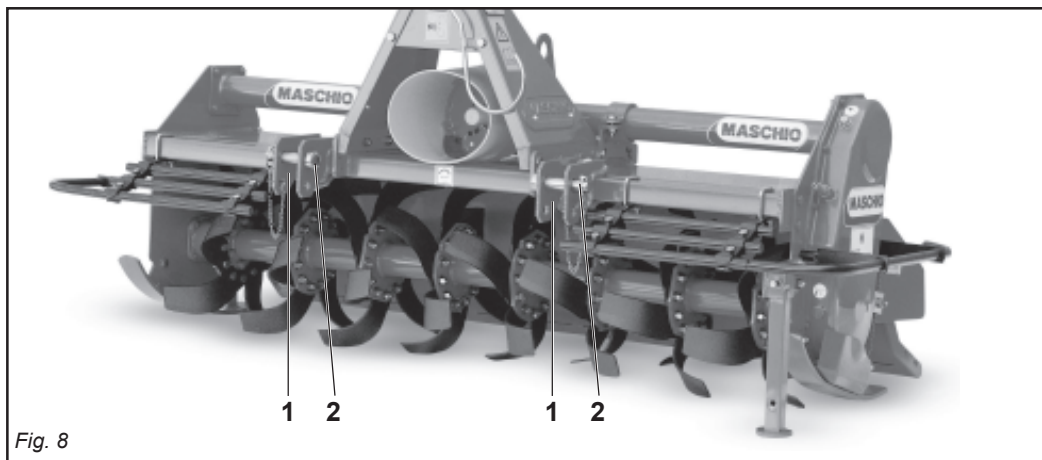

Fig. 8
In base alle dimensioni specifiche di questi 2 tipi di attacchi dei trattori è necessario determinare la posizione più favorevole della macchina spostando opportunamente sul tubo quadro le piastre (1 Fig. 8) e inserendo i perni (2 Fig. 8) nei fori corrispondenti al giusto diametro delle parallele del trattore.
Depending on the precise dimensions of these two types of hitches, find the best position for the machine by moving the plates (1 Fig. 8) along the square tubular and inserting the pin (2 Fig. 8) in the holes corresponding to the correct diameter for the tractor's parallel arms.
En fonction des dimensions spécifiques de ces deux types d'attelages des tracteurs il faut déterminer la position la plus favorable de la machine en déplaçant, sur le tube carré, les plaques (1 Fig. 8) et introduire les axes (2 Fig. 8) dans les trous correspondant au bon diamètre des parallèles du tracteur.
Alle Maschinen können an jedem beliebigen Schlepper mit Universal-Dreipunkt-aufhängung der 1. und 2. Kategorie angebaut werden. Aufgrund der spezifischen Abmessungen dieser beiden Schlepperanschlüsse kann man die günstigste Position der Maschine festlegen, indem man die Platten (1 Abb. 8) auf dem Vierkantrohr verschiebt und die Bolzen (2 Abb. 8) in die entsprechenden Bohrungen mit dem richtigen Durchmesser auf dem Schleppergestänge einsteckt.
En relación a las dimensiones específicas de estos dos tipos de enganche de los tractores hace falta determinar la posición más favorable de la máquina desplazando oportunamente en el tubo cuadrado las placas (1 Fig. 8) e introduciendo los pernos (2 Fig. 8) en los orificios correspondientes al correcto diámetro de las paralelas del tractor.
Le piastre (1 Fig. 8) vanno montate sempre e solo come mostrato in Fig. 8 con i fori posizionati anteriormente al tubo quadro.
- 1) Accostare le parallele del sollevatore ponendole all'interno delle piastre (1 Fig. 8), inserire il perno (2 Fig. 8) nel foro predisposto e bloccare con le copiglie a scatto.
The plates (1 Fig. 8) must always and only be mounted as shown in Fig. 8 with the holes towards the front of the square tubular.
- 1) *Near the lift bars, setting them in the most suitable plates (1 Fig. 8). Insert the pin (2 Fig. 8) into the relative hole and lock in place with the snap-in split pins.*
Les plaques (1 Fig. 8) doivent obligatoirement être montées comme illustré dans la Fig. 8 en utilisant les trous placés à l'avant du tube carré.
- 1) Approchez les barres du relevage en les plaçant à l'intérieur des plaques les plus appropriées (1 Fig. 8), introduisez l'axe (2 Fig. 8) dans le trou correspondant et bloquez par les goupilles à encastrement.
Die Platten (1 Abb. 8) dürfen nur und ausschließlich so montiert werden, wie es in Abb. 8 gezeigt ist, nämlich mit den Bohrungen, die vor dem Vierkantröhr angeordnet sind. Der Hersteller haftet nicht für die Beschädigung der Maschine oder des Schleppers infolge der Nichtbeachtung dieser Angabe.
- 1) *Die Lenker des Krafthebers annähern und in die am besten geeigneten Platten schieben (1 Abb. 8). Den Bolzen (2 Abb. 8) in das Loch stecken und mit dem einrastenden Splint blockieren.*
Las placas (1 Fig. 8) deben ser montadas siempre y solamente según lo indicado en la Fig. 8 con los orificios posicionados delante del tubo cuadrado. La firma constructora no es responsable de rupturas en la máquina o en el tractor originadas por falta de respeto de esta indicación.
- 1) Acercar las barras del elevador poniéndolas dentro de las placas más indicadas (1 Fig. 8), introducir el perno (2 Fig. 8) en el orificio y bloquear con los pasadores de resorte.